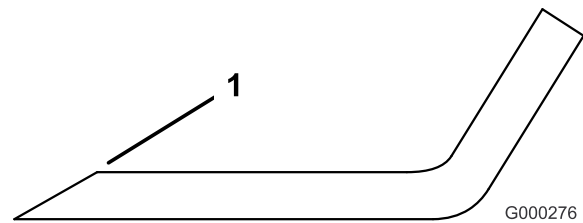

Bild 67
1. Schärfen Sie die Schnittkanten an beiden Enden des Messers (Bild 67). Behalten Sie den ursprünglichen Winkel bei. Das Schnittmesser behält seine Auswuchtung bei, wenn von beiden Schnittkanten die gleiche Materialmenge entfernt wird.